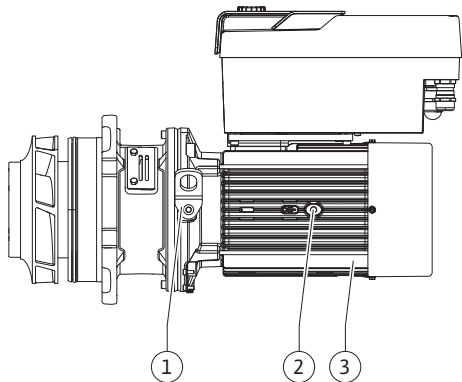

Fig. 102: Ansamblul motor cu rotor hidraulic
13. Introduceți ansamblul motor cu rotor hidraulic (a se vedea Fig. 102) în carcasa pompei în poziția inițială sau în altă poziție înclinată dorită. Totodată țineți cont de pozițiile admise de montare ale componentelor (a se vedea capitolul „Poziții de montare admise și modificarea dispunerii componentelor înainte de instalare” [▶ 24]).